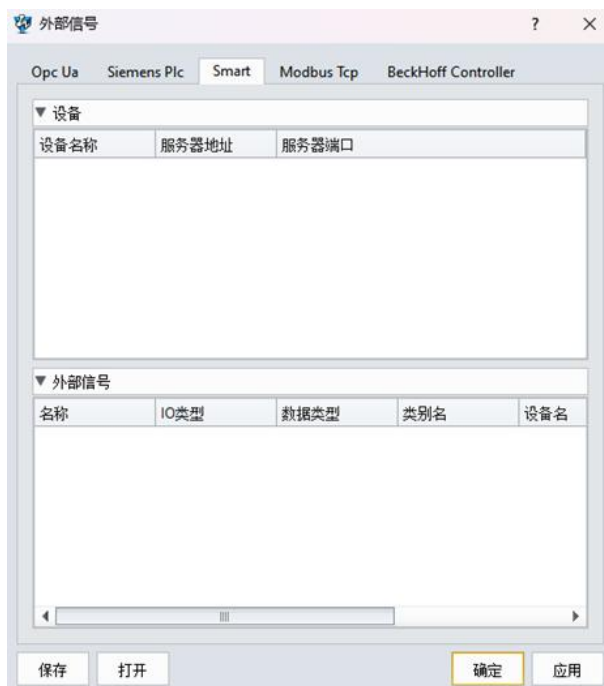

图 3-47：通信模块
- 通过添加设备、访问设备服务器，并通过服务器的外部信号控制内部信号，逐步实现通信功能(图 3-47)。